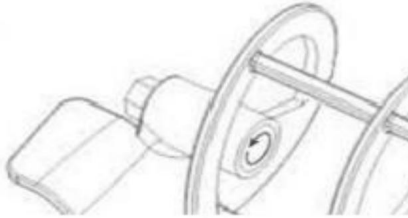

Abb.13
Nachdem die Dichtung (A) eingesetzt ist, bestreichen Sie die Innenseite der Dichtung (A) mit dem mitgelieferten Fett (siehe Abb. 13).